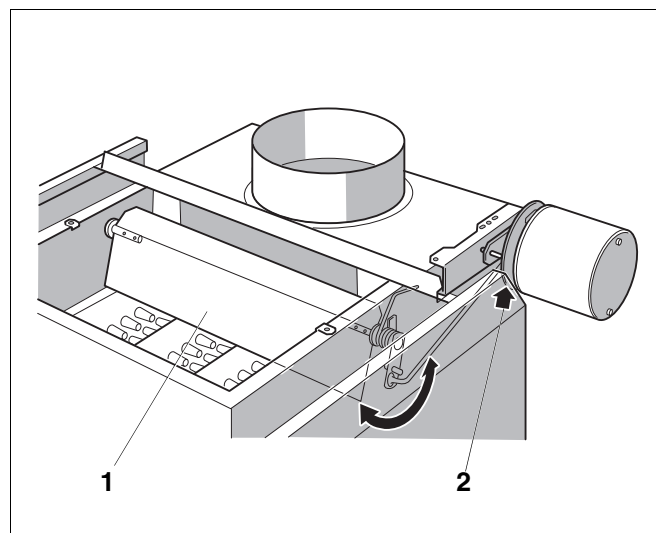

Рис. 31 Запорный клапан дымовых газов в положении "Закрето"
- При запросе на покрытие тепловой нагрузки запорный клапан дымовых газов (Рис. 31, **поз. 1**) должен переходить в положение "Открыто". Проконтролируйте это по движению рычажка (Рис. 31, **поз. 2**). Только когда полностью будет достигнуто положение "Открыто", можно включать газовую горелку.